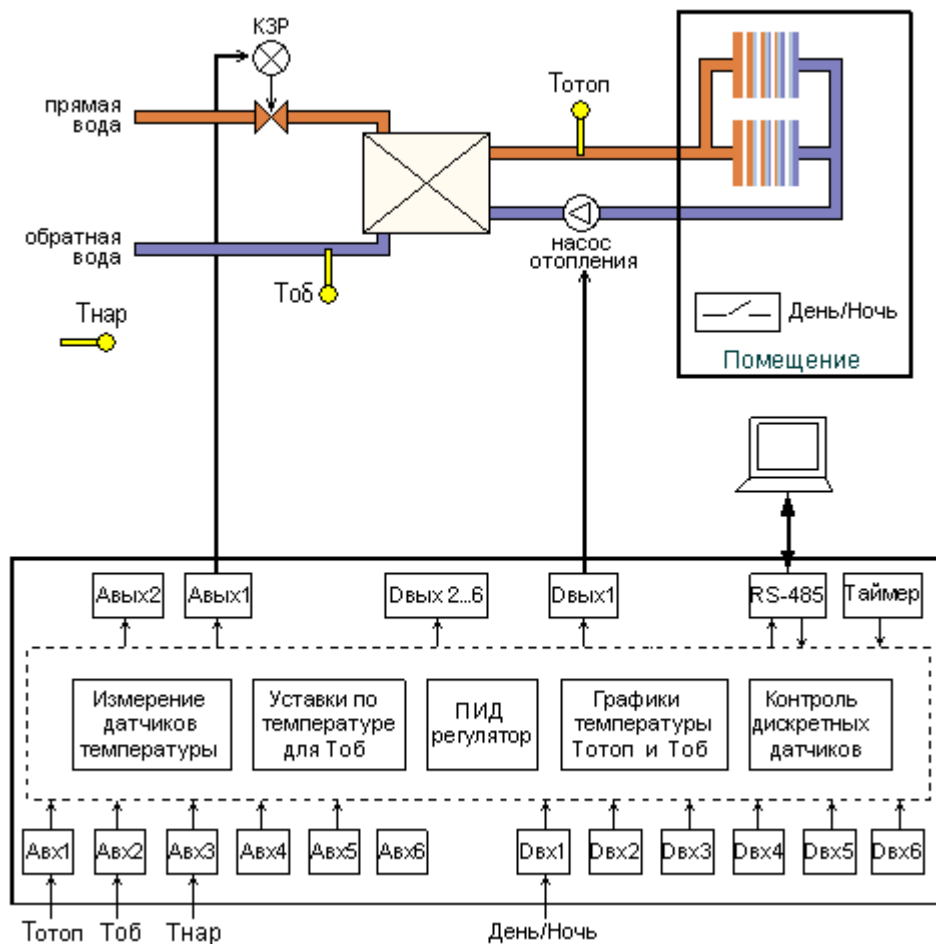

Рисунок 4.7 Функциональная схема системы отопления
4.6.6 Условия «Если равно» и «Если не равно» предназначены для сравнения состояния дискретных входов. Логическая схема условия показана на рис. 4.7, но в качестве числа может использоваться только 0 или 1.